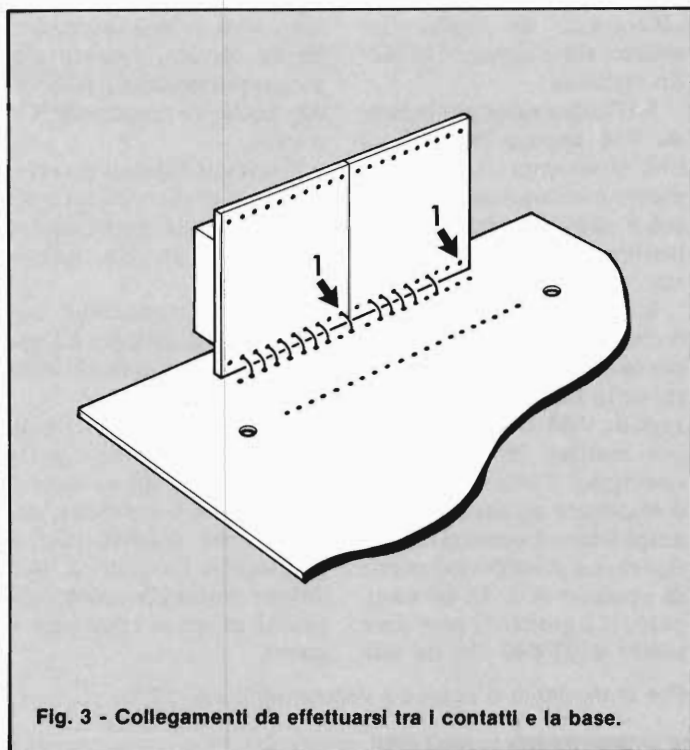

Fig. 3 - Collegamenti da effettuarsi tra i contatti e la base.
Ricontrollata anche questa basettina, si riprenderà lo stampato principale per montarvi il display. Si vedano innanzitutto le figure 3 e 4. La prima mostra i collegamenti (1) da effettuarsi con pezzetti di filo di rame nudo, rigido, tra la fila dei contatti inferiori e la base generale. Si deve star molto attenti a non confondere i punti da interconnettere. Nella figura 4, si osserva invece il "pettine" di connessioni, che unirà la fila di contatti posti in alto con lo stampato.